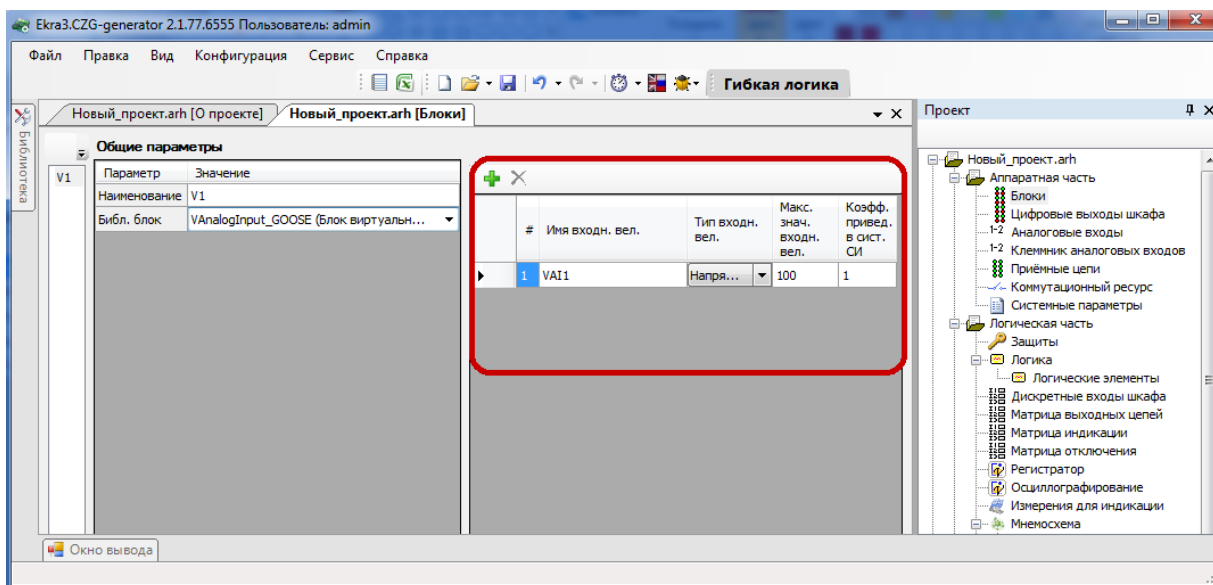

Рисунок 3.12
3.4.1.3.2 Блок виртуальных аналоговых входов (см. рисунок 3.12)